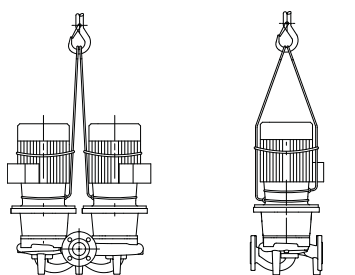

Fig. 6: Pumppun kuljetus
- Moottorissa olevat kuljetussilmukat on tarkoitettu vain kuorman kannattimen ohjaukseen (Fig. 6).